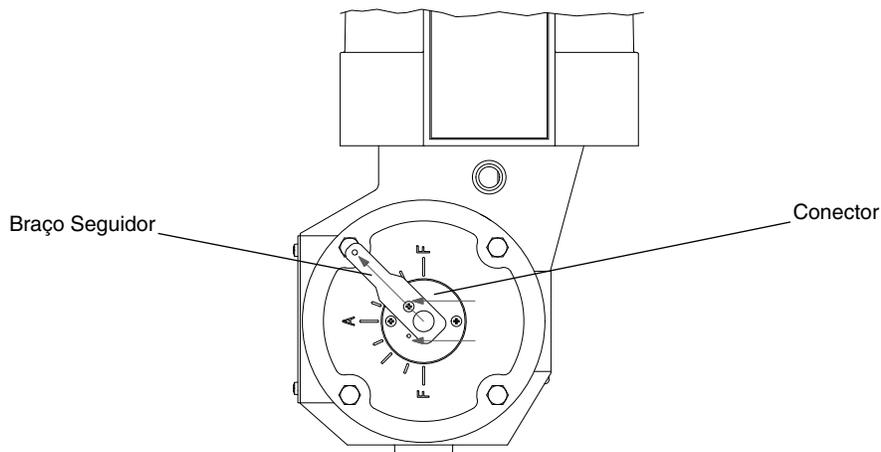

Figura 12 – Montagem do conector e do braço seguidor no atuador rotativo da válvula ExL (configuração ar-para-fechar / falha-abre)
- Instale o conector no garfo do atuador com os dois furos auxiliares voltados para a esquerda (vide Figura 12). Aperte firmemente os dois parafusos que fixam o conector no garfo.